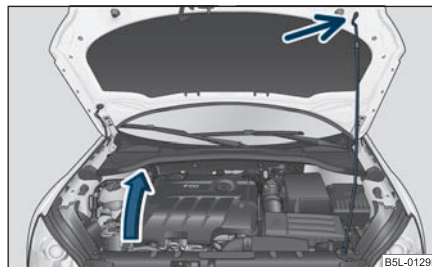

Fig. 206 Seguro del capó con la varilla de apoyo
- Saque la varilla de apoyo de su fijación y engánchela en la abertura prevista con tal fin ⇒ página 228, fig. 206.